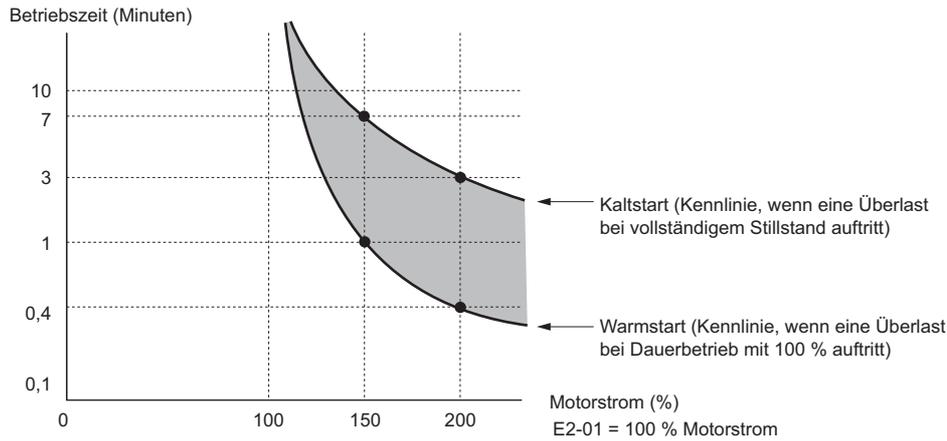

Abbildung 5.88 Motorschutz-Betriebszeit für Universalmotoren bei Nenn-Ausgangsfrequenz
- **Abbildung 5.88** zeigt ein Beispiel der thermoelektrischen Schutzbetriebszeit unter Verwendung eines Universalmotors, der bei 50 Hz mit Einstellung von L1-02 auf eine Minute arbeitet.